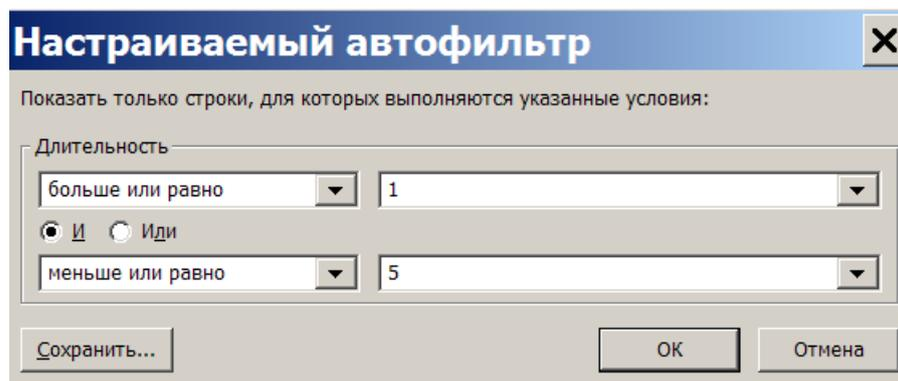

Рис.4.26. Окно условия автофильтра
- b. В списке условий выбрать пункт (*Условие..*). Откроется окно для определения условия фильтрации, изображённое на рис.4.26.
- c. Заполнить поля этого окна в соответствии с изображением на рис.4.26.